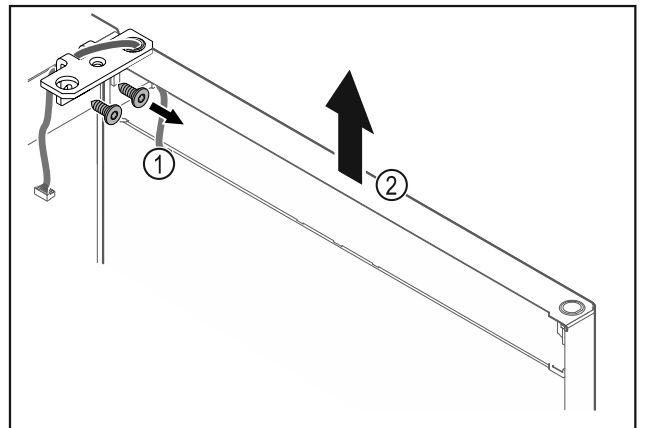

Fig. 24
- Irrota saranakulma Fig. 24 (1).
- Nosta ovia saranakulmineen Fig. 24 (2) noin 200 mm suoraan ylöspäin ja ota pois.